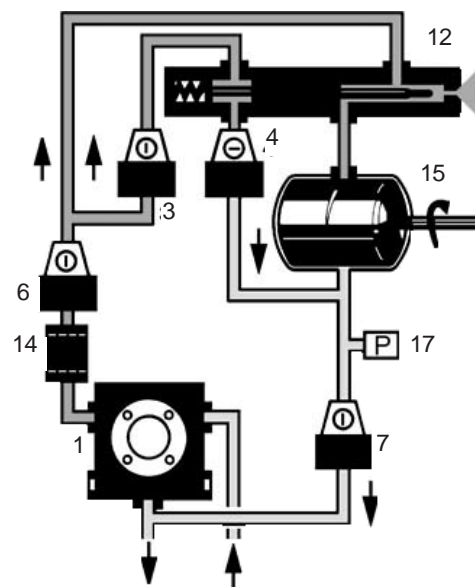

Рисунок 1.13
По окончании времени предварительной продувки (сервопривод находится в положении зажигания – рисунок 1.13) открываются запорные устройства (6), (3) и (7), а запорное устройство (4) закрывается. Топливо подается на сжигание. Реле давления (17) контролирует давление в обратной линии. При недопустимом повышении давления горелка отключается. При отключении горелки запорные устройства (6), (3) и (7) закрываются, одновременно открывается устройство (4).